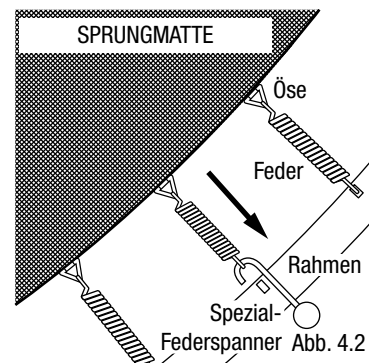

Abb. 4.2
- Breiten Sie die Sprungmatte (1) mit der bedruckten Seite nach oben im Rahmen aus.
- Wählen Sie auf dem Rahmen ein beliebiges Punkt aus (nennen Sie ihn NULL). Befestigen Sie zunächst eine Feder (7) in derselben Richtung und im selben Winkel am Rahmen, wie in Abb. 4.2 dargestellt. Haken Sie die Feder in eine Öse der Matte ein und drehen Sie die Feder in Richtung zur Sprungmatte. Verwenden Sie den Spezial-Feder-